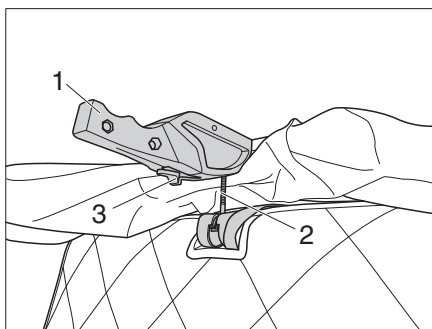

Fig. 26 Fissaggio del bloccaggio
- ▷ Prima della partenza verificare che i perni (Fig. 26,2) dei bloccaggi siano fissati correttamente a sinistra e a destra. All'occorrenza, regolare i bloccaggi conformemente alle istruzioni del produttore.
- Spingere il perno (Fig. 26,2) nell'alloggiamento.
- Spingere in alto i bloccaggi (Fig. 26,1) a sinistra e a destra.
- Verificare che il perno (Fig. 26,2) non presenti gioco e che la leva di sicurezza (Fig. 26,3) sia inserita.